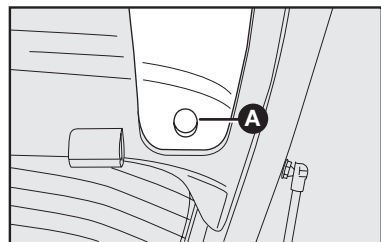

fig. 49
1) Utilizando una llave phillips, saque la tapa **A-fig. 49** en la parte interna de la tapa del compartimiento de equipajes.